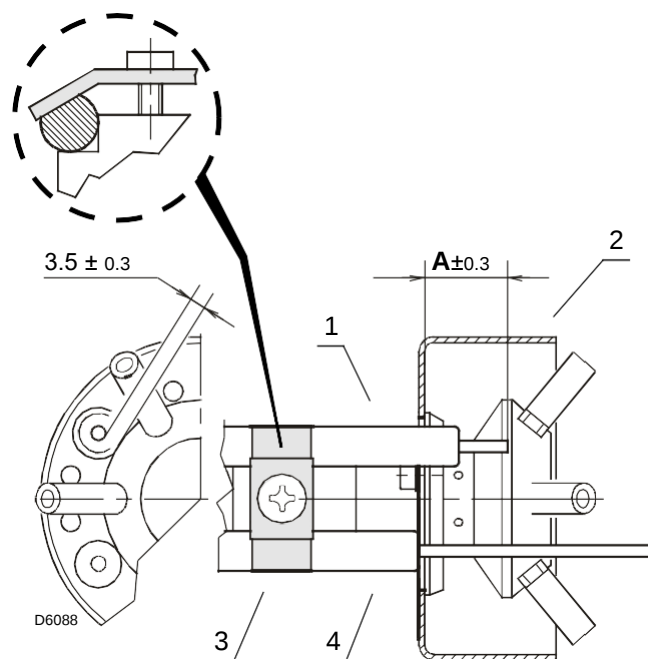

Рис. 15
- ☐ Убедитесь, что пластина (3) (рис. 15) всегда вставлена в лыску (плоский срез) на электроде (1).
- ☐ Уприте изолятор зонда (4) в воздушный диффузор (подпорную шайбу) (2).